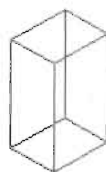

图 15-92
(15) 在命令行中输入 Box 命令,绘制一个长方体,如图 15-92 所示,命令执行过程如下。